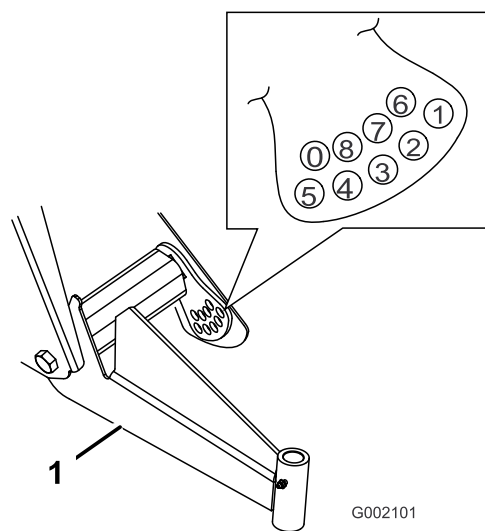

図 42
**注** A アームはゴム製で、一本ごとに反発率がそれぞれ異なり、製造時には各アームの反発率に合わせて調整を行っています。通常は調整ボルトを2番～4番の穴に入れており（図 42）、左側（運転席側）と右側（助手席側）でボルト位置が違っていても異常ではありません。Aアームが傾いて見えるようなら一つ上の穴（図 42）への入れ替え調整が必要です。穴を一つ入れ替えるごとに車輪位置で約19 mm 高さが変わります。重量物を載せたり重いアタッチメントを取り付けたりする場合にもこの調整が必要となります。